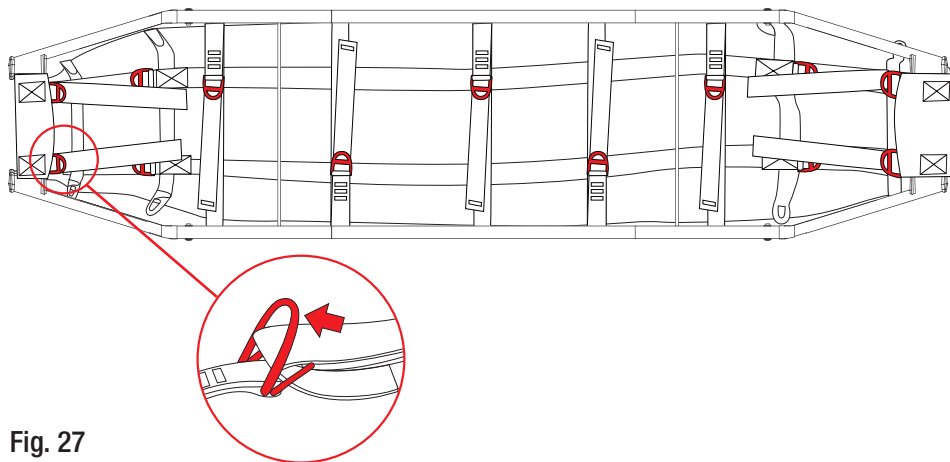

Fig. 27
- allentare le cinghie trasversali e longitudinali (fig. 27) e sfilarle dai passanti,